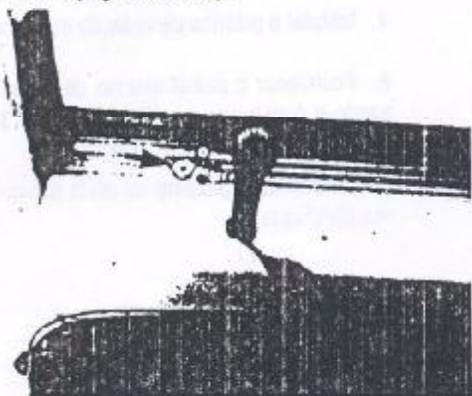

Figura 8.37.8 - Rebite traseiro de fixação do quadro inferior
3. Abrir o vidro traseiro e desguarnecer a canaleta inferior, de modo a obter acesso aos dois rebites traseiros de fixação do quadro inferior (Figura 8.37.8).